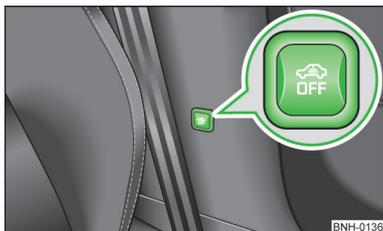

Fig. 17
- Pulsar la tecla  » fig. 17 en el montante B del lado del acompañante. La iluminación del símbolo  de la tecla cambia de rojo a naranja.